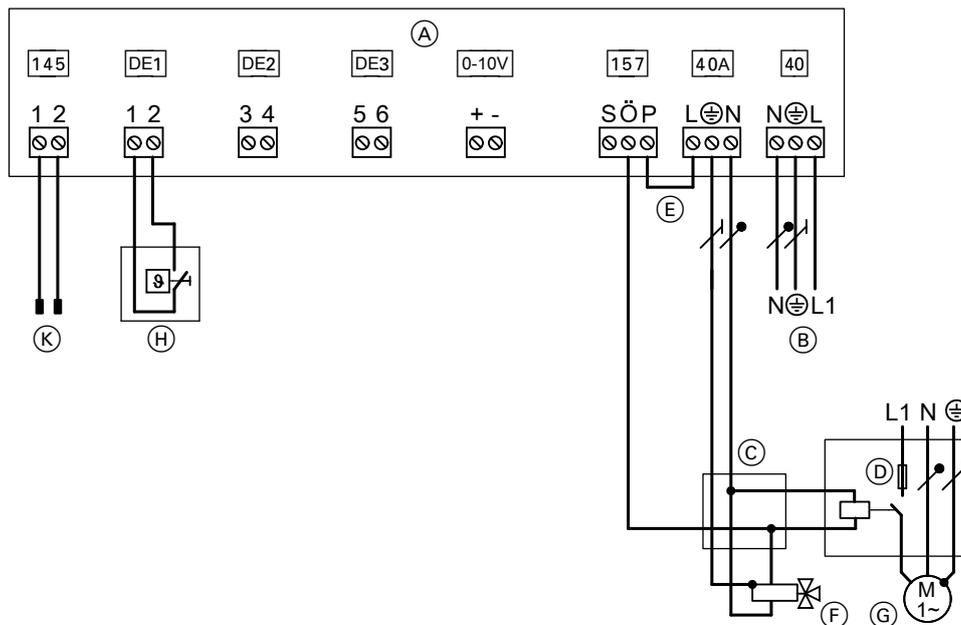

Abb. 38
- Anschlüsse an Erweiterung EA1 **nur** gemäß Abb. 38 ausführen.